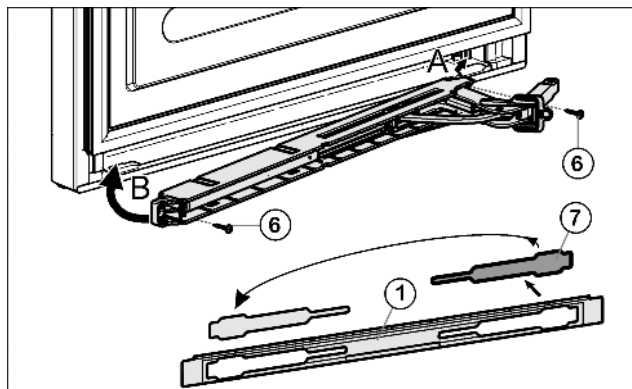

Fig. 10
- Освободите крышку Fig. 10 (7) из накладки Fig. 10 (1) и снова установите её на другой стороне.
- Зацепите (A) и поверните (B) узел амортизатора закрытия дверцы шарниром в сторону шарнира.
- Прикрутите (2 шт. Torx® 15) Fig. 10 (6) узел амортизатора закрытия дверцы.